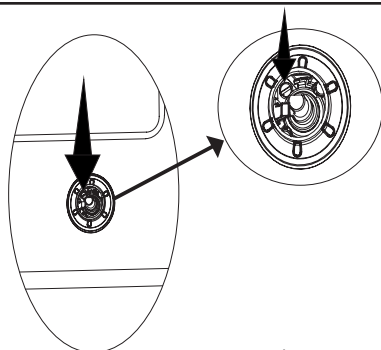

Figura 5
2. Enroscar/denroscar o parafuso de ajuste do gás mostrado na Figura 5 com a ajuda de uma chave de fendas de tamanho adequado (Ver fig. 6). Isto permite que a chama na posição baixa aumente ou diminua. Ajustar a configuração de gás adequada para que o comprimento da chama seja de pelo menos 4 mm.